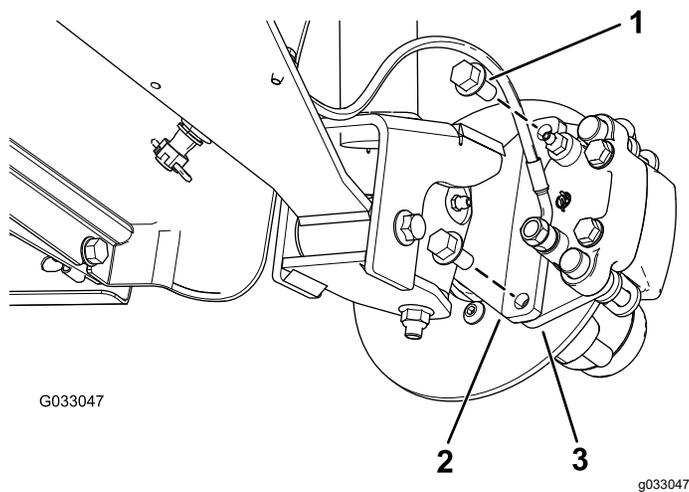
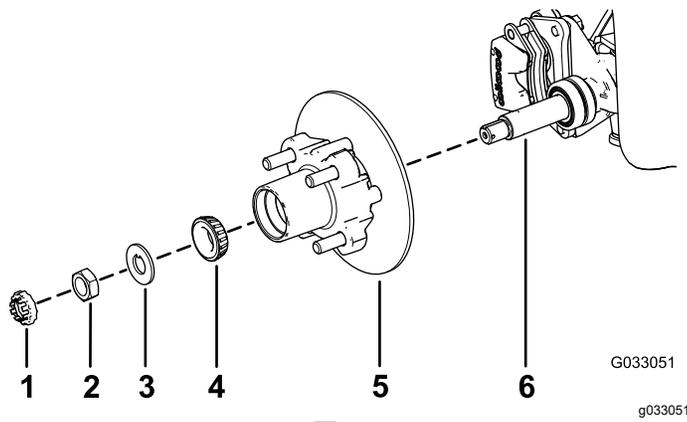

図 25
図 29
3. ブレーキアセンブリ用のブラケットをスピンドルに固定しているフランジヘッドボルト $\frac{3}{8}$ " x $\frac{3}{4}$ "を外してスピンドルからブレーキを取り外す 図 25。
1. スピンドルに所定のグリスを薄く塗る 図 29。
2. ハブとロータをスピンドルに取り付ける。ロータを内側にすること 図 29。
3. スピンドルに外側ベアリングを取り付けてレースにはめる 図 29。
4. スピンドルにタブワッシャを取り付ける 図 29。
5. スピンドルにスピンドルナットを取り付け、ハブを回してベアリングを着座させながらナットを 15 N·m 1.52 kg·m = 11 ft·lb に締めつける 図 29。
- ブレーキパッドをロータのそれぞれの側に合わせ 図 25、キャリブラケットの穴と、スピンドルフレームのブレーキ取り付け部の穴を整列させる 図 29。
- キャリブラケットをスピンドルフレームに固定する 図 25 フランジヘッドボルト $\frac{3}{8}$ " x $\frac{3}{4}$ " 2本を使用する。